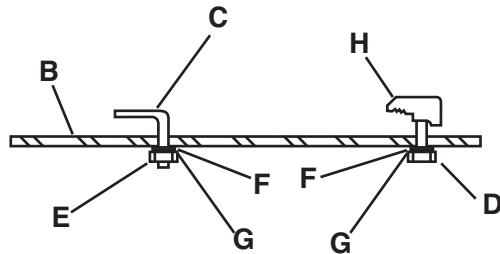

**Figura 2. Ubicación del soporte de montaje de la bomba**
3. En la Figura 2 se muestra la ubicación del soporte de montaje de la bomba.